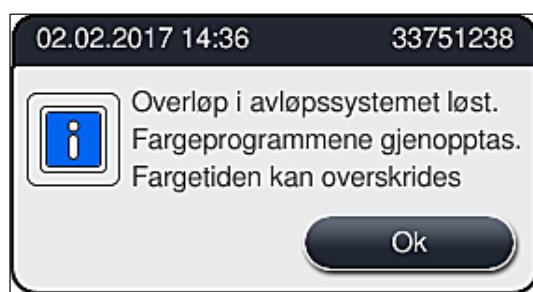

Fig. 119
5. Lukk dekselet til instrumentet, og trykk på **OK**-knappen for å bekrefte meldingen (→ "Fig. 119").